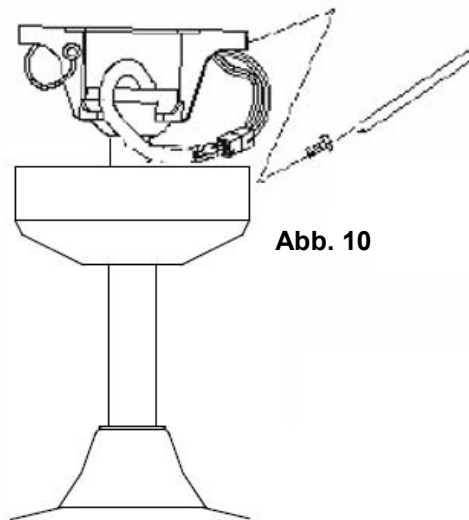

Abb. 10
- Bedecken Sie die Halterung mit dem Baldachin. Achten Sie darauf, dass alle elektrischen Kabel unter dem Baldachin versteckt sind und dass die Kabel während dieses Schritts nicht beschädigt werden. Fixieren Sie den Baldachin an der Halterung mithilfe der beiliegenden Schrauben. (Abb. 10)